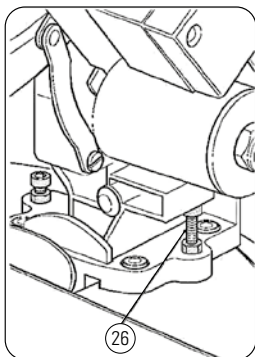

FIGURA 8.3
- Afloje el botón-traba ángulo (4) y mueva la mesa superior de tal modo que la lámina de la sierra esté en el ángulo de 90°;
- Afloje la contratuerca (20) del tornillo de ajuste y apriete el tornillo de ajuste en sentido horario o antihorario hasta alcanzar 90°. Apriete la contratuerca Figura 8.3;